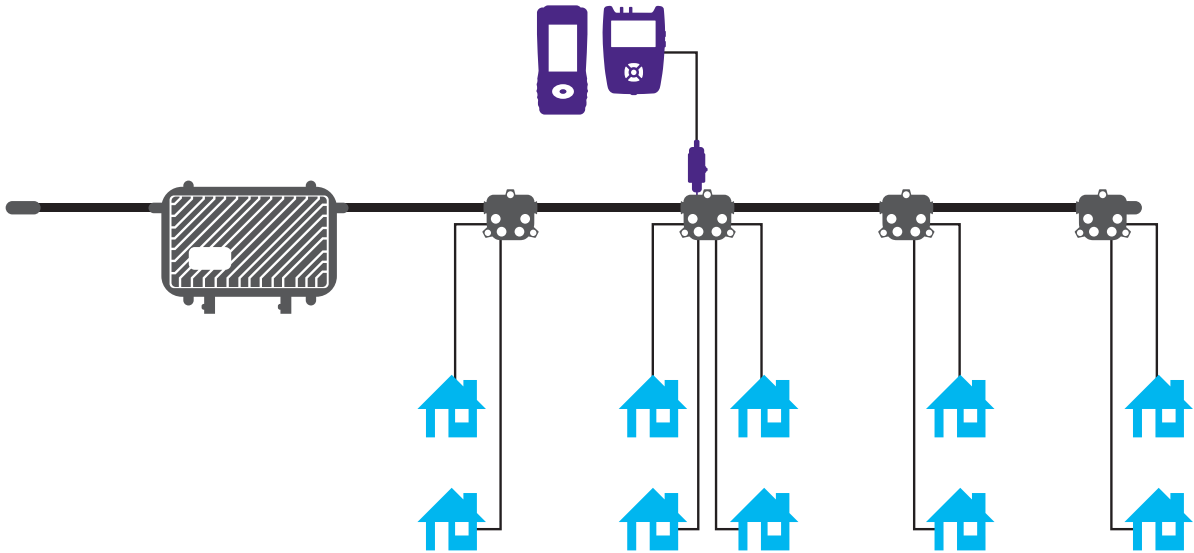

Figura 2 – Medidor de nivel de señal conectado a la sonda I-Stop
b. Conecte el medidor de nivel de señal al puerto tipo F de la sonda I-Stop (figura 2).
- b. Conecte el medidor de nivel de señal al puerto tipo F de la sonda I-Stop (figura 2).